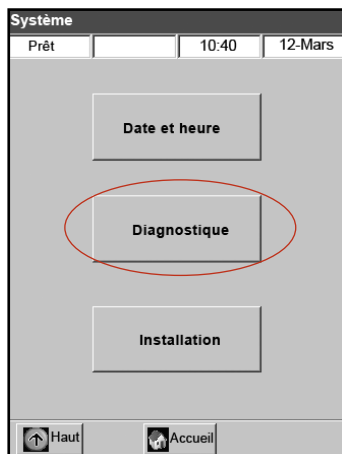
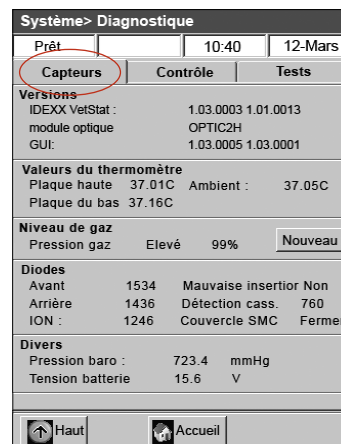
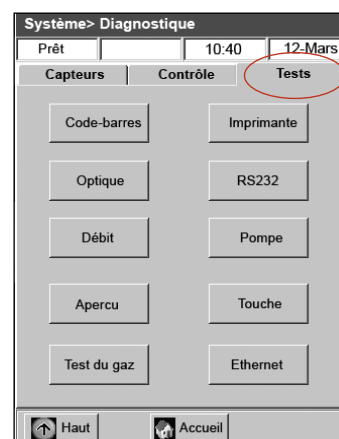

Figure J-1 : Écran "Système"
Figure J-2 : Écran "Système > Diagnostique > Capteurs"
Figure J-4 : Écran "Système > Diagnostics > Tests"
2. Sélectionnez "**Diagnostics**" (Figure J-1) puis l'onglet "**Capteurs**" (Figure J-2).
2. Sélectionnez **“Diagnostics”** (Figure J-1) puis l’onglet **“Contrôles”** (Figure J-3).
2. Sélectionnez "**Diagnostics**" (Figure J-1) puis l'onglet "**Tests**" (Figure J-4).